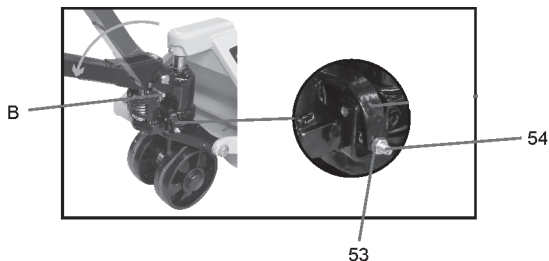

Fig. 6 – Retirando el pasador
- d. El pistón de accionamiento del cable viene trabado con un pasador "B" (fig. 6).
- e. Para el correcto funcionamiento del equipo, posicione el cable totalmente en la horizontal y remueva el pasador traba del resorte "B" (fig. 6).
En caso de necesidad de ajuste de la palanca para elevar o bajar la carga, realice el ajuste a través del perno "54" (fig. 6) y después de concluido el ajuste, trabe el perno "54" apretando la tuerca "53".